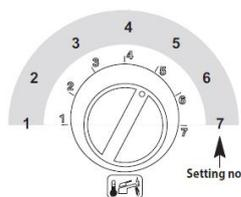

Figure 7.6
Pour afficher la valeur, maintenez le bouton de réinitialisation 4 à la Figure 3.1 enfoncé pour env. 5 secondes. Les voyants lumineux 1 dans la Figure 3.1 clignoteront un nombre de fois égal au réglage (Figure 7.6).
- Pour changer le réglage, tournez le bouton de réglage de température d'eau chaude sanitaire 2 à la Fig.3.1 et positionnez-le pour définir le temps Fig.7.6 (dans l'exemple, le bouton est réglé sur la position 3.5), le voyant lumineux 5 à la Fig.3.1